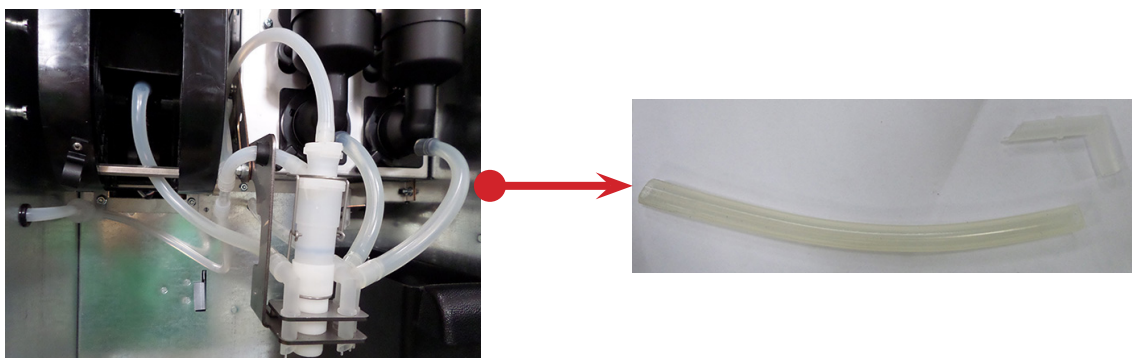

Рисунок 24
3. Отсоедините все трубки выдачи напитков с двух сторон (см.рис.24).
4. Вытащите сопла выдачи напитков из держателя (см.рис.24).